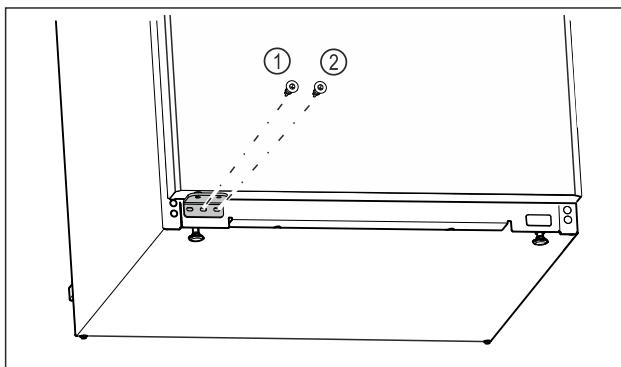

Fig. 25
- Srednji vijak ležajnog postolja Fig. 25 (1) pritegnite odvijačem Torx 20.
► Unutarnji vijak ležajnog postolja Fig. 25 (2) pritegnite odvijačem Torx 20.